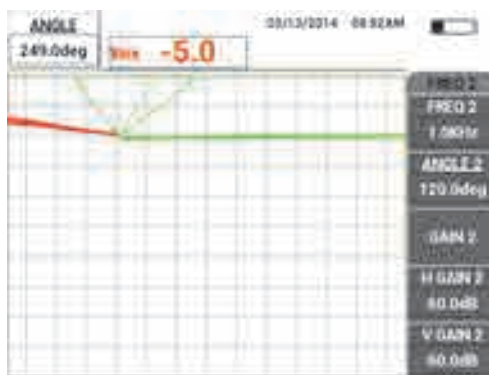

Рис. 5-99 Настройка угла сигнала отрыва для частоты 1
4. Аккуратно постукивая преобразователем по поверхности образца в точке положения 1, нажмите клавишу ANGLE () и настройте УГОЛ (для частоты 1), так чтобы сигнал отрыва был направлен в правую сторону экрана (зеленый сигнал на Рис. 5-99 на стр. 203).